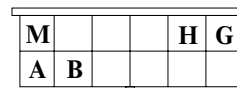

Рис. 1
Подключите провода из переходной колодки, согласно их цветам, к диагностической колодке (ДК), рис. 1.
**Белый провод** - подключите к клемме "М" (ДК) (К-линия), рис. 1.